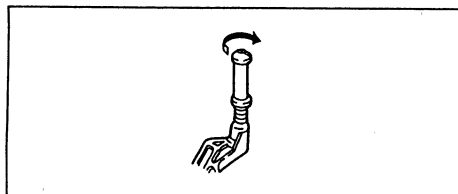

Abb. 2.31
Anmerkung: Berühren Sie die Zenit-Schraube (2) von TG2 nicht, da sie im Werk eingestellt wurde. Führen Sie die Einstellung mit der Höhen-Einstellschraube von TG1 durch, indem Sie sie 90° im Uhrzeigersinn drehen (siehe Abb. 2.31).